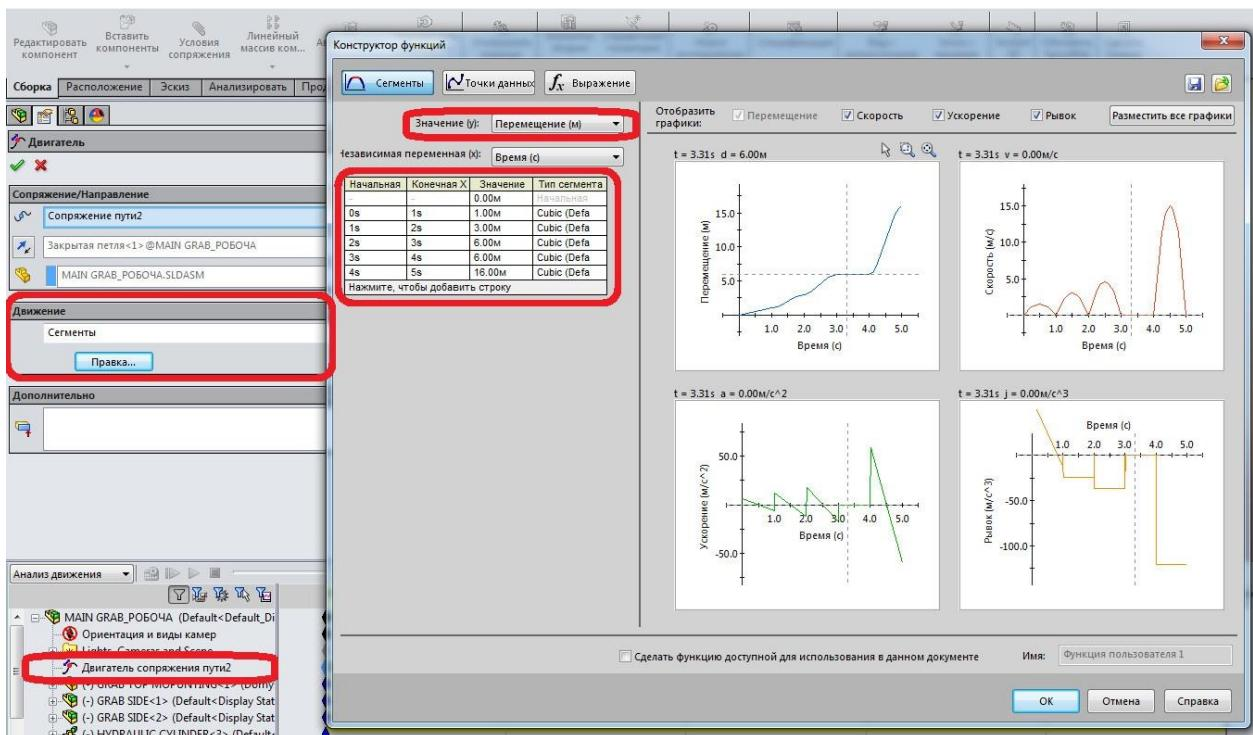

Рис. 3. Робота в інтерфейсі конструктора функцій
2. У розділі **Рух** виберіть **Сегменти** для елемента **Функція** (див. рис.3).